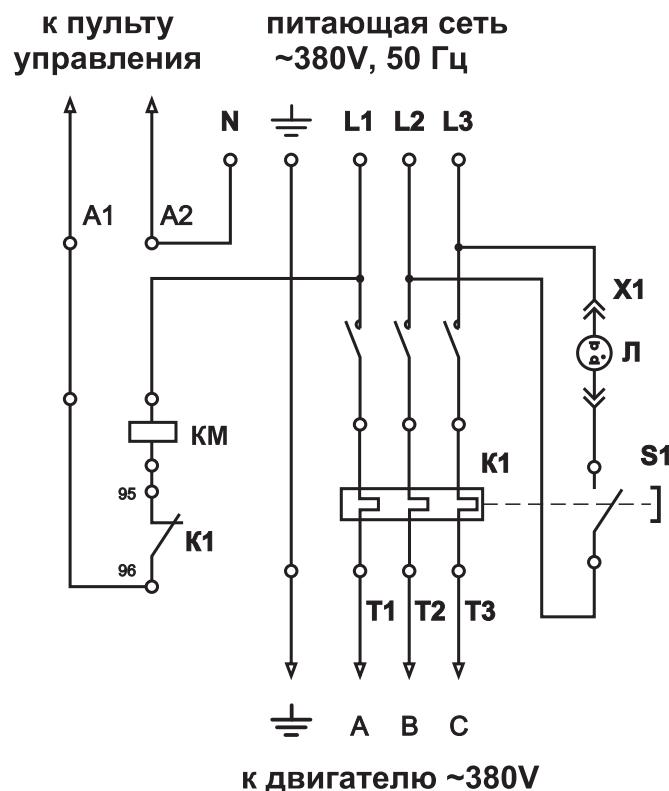

Рис.8 Схема подключения щита управления золоудалением
- 26.Подключите шнур от щита к двигателю мотор - редуктора согласно монтажной схемы (**Рис.8**);